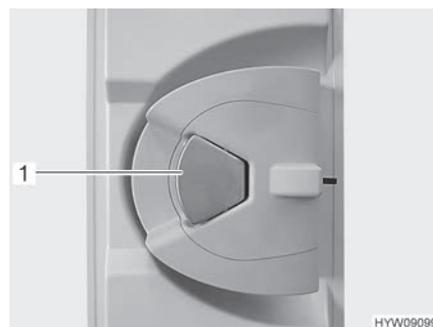

Fig. 24 Serratura della porta (porta di ingresso, lato interno)
Apertura: ■ Quando la serratura della porta è bloccata: Tirare una volta la maniglia della porta (Fig. 24,1). La porta è sbloccata.
■ Tirare la maniglia della porta (Fig. 24,1). La porta è aperta.
Bloccaggio: ■ Premere la maniglia della porta (Fig. 24,1).